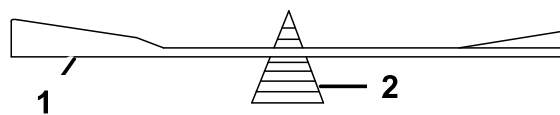

**Figura 94**
1. Utilice una lima para afilar el filo de corte en ambos extremos de la cuchilla (**Figura 94**).
**Nota:** Si la cuchilla no está equilibrada, rebaje algo el metal en la parte de la vela solamente con una lima (**Figura 94**).